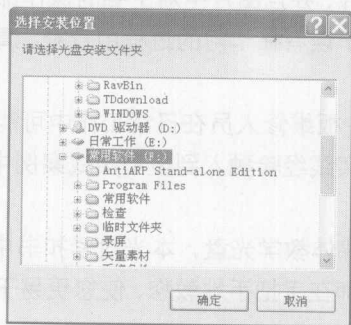

图 3
③ 由于光盘长期使用会损伤，旧光驱读盘的能力可能也比较差，因此最好将光盘内容安装到硬盘上观看，把配套光盘保存好作为备份。在光盘主界面中单击【安装光盘】按钮 ，如图 2 所示，弹出【选择安装位置】对话框，在这里选择合适的安装路径，如图 3 所示，然后单击  按钮就可以将光盘内容安装到硬盘中。